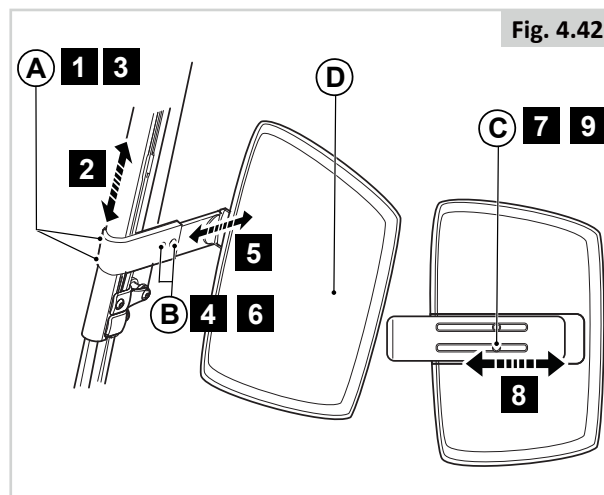

Fig. 4.42
**Hauteur de l'appui-mollet (Fig. 4.42)**
1. Desserrez (A) de quelques tours.
2. Réglez (D) à la position désirée.
3. Resserrez (A).
**Profondeur de l'appui-mollet (Fig. 4.42)**
4. Desserrez (B) de quelques tours.
5. Réglez (D) à la position désirée.
6. Resserrez (B).
**Largeur de l'appui-mollet (Fig. 4.42)**
7. Desserrez (C) au dos de (D) de quelques tours.
8. Réglez (D) à la position désirée.
9. Resserrez (C).